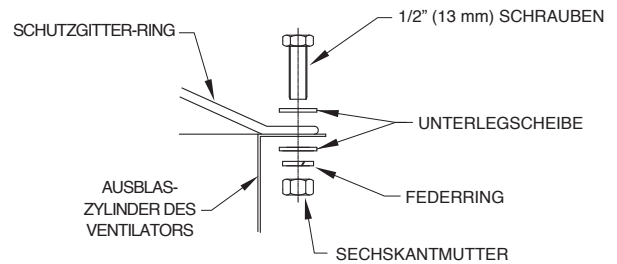

Abb. 21 – Anbringung des Ventilatorschutzgitters auf dem Ausblaszylinder
2. Befestigen Sie die Gitter an jeder Bohrung, wie in Abb. 21 dargestellt.
5. Nutzen Sie jede Bohrung für die Befestigung des Gitters am Ausblaszylinder (wie in Abb. 21 dargestellt). Verschrauben Sie die Gitter und den Stützrahmen an den vier Auflagepunkten auf dem Ausblaszylinder.